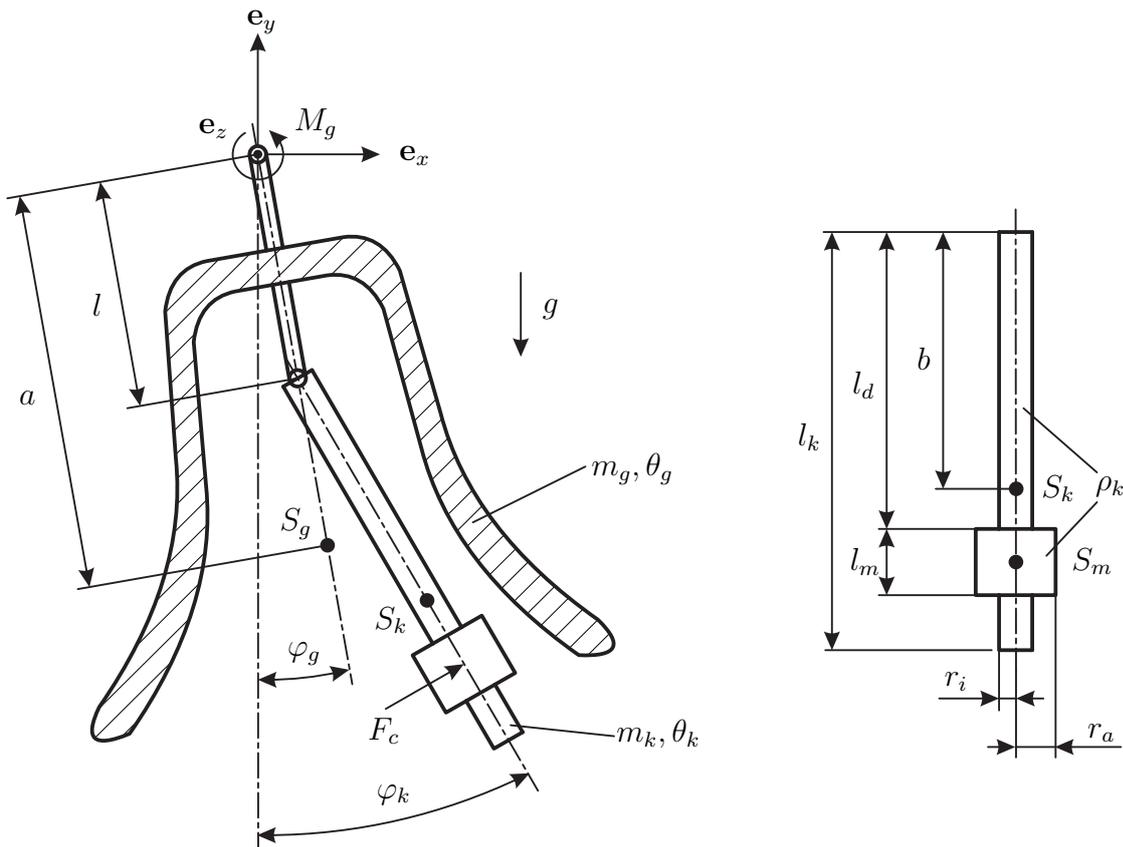

Abbildung 1: Querschnitt einer Glocke mit Detailansicht des Klöppels.
3. Gegeben ist die in Abbildung 1 links dargestellte Glocke, welche sich aus dem um 9,5 P. | den Koordinatenursprung drehbar gelagerten Glockenkörper und aus dem im Abstand  $l$  drehbar gelagerten Klöppel zusammensetzt. Der Glockenkörper ist durch die Masse  $m_g$  und das Trägheitsmoment  $\theta_g$ , bezüglich des im Abstand  $a$  befindlichen Schwerpunktes  $S_g$  charakterisiert. Der Klöppel besitzt die Masse  $m_k$  sowie das Trägheitsmoment  $\theta_k$  um den Klöppelschwerpunkt  $S_k$ , welcher sich im Abstand  $b$  vom Aufhängepunkt befindet. Der Anschlag des Klöppels an die Glocke ist über die Kontaktkraft  $F_c$  berücksichtigt. Am Aufhängepunkt der Glocke kann das Moment  $M_g$  eingepreßt werden. In negative  $y$ -Richtung wirkt die Erdbeschleunigung  $g$ .
Für die folgenden Aufgaben soll der in Abbildung 1 rechts detailliert dargestellte Klöppel näher untersucht werden. Dieser besteht aus einer kreisrunden Stange mit dem Radius  $r_i$  und der Länge  $l_k$  sowie einer Schwungmasse in Form eines Hohlzylinders welcher im Abstand  $l_d$  montiert ist und den Außenradius  $r_a$  sowie die Länge  $l_m$  besitzt. Die beiden Klöppelteile besitzen die Dichte  $\rho_k$ .